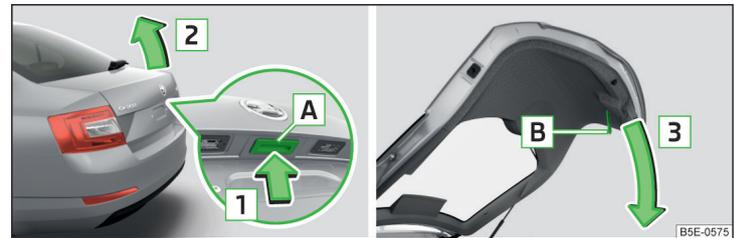

Abb. 42 Gepäckraumklappe öffnen/schließen
- Die Taste **A** in Pfeilrichtung **1** drücken » Abb. 42.